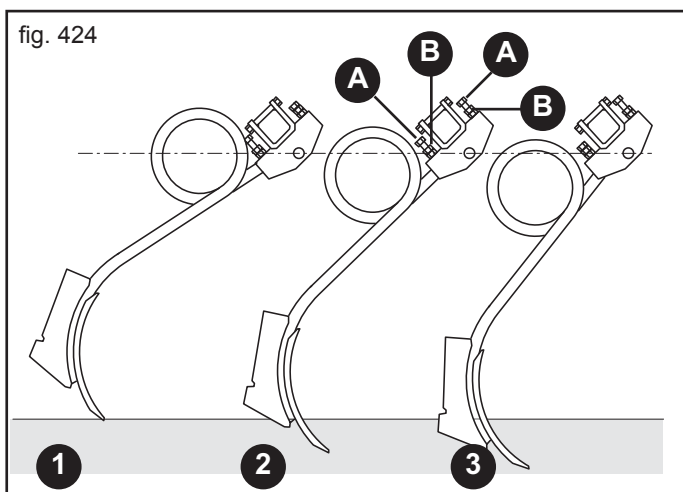

fig. 424
Allentando i dadi (B, Fig. 424) ed agendo sulle viti (A, Fig. 424) è possibile variare individualmente l'incidenza di penetrazione di ciascun braccio:
- Semina superficiale (1, Fig. 424);
- Semina di media profondità (2 Fig. 424);
- Semina di profondità (3, Fig. 424).